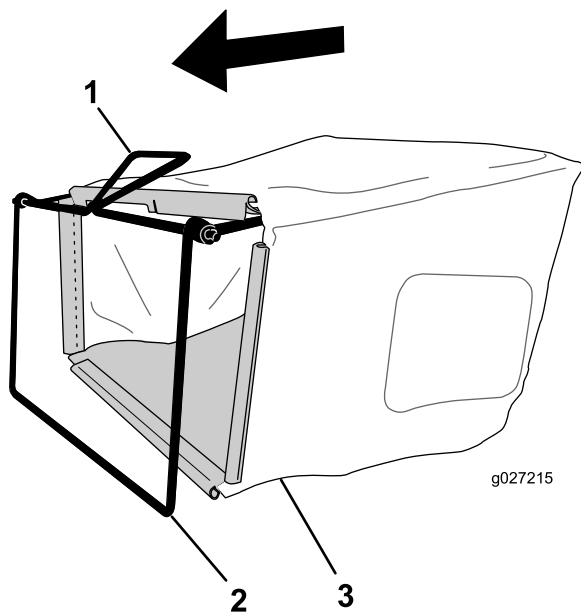

Figure 8
1. Glissez le bac sur l'armature, comme montré à la Figure 8.
**Remarque:** Ne faites pas passer le bac sur le guidon (Figure 8).